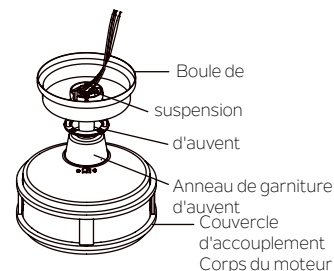

Fig. 9
Étape 5. Glissez le couvercle de l'accouplement, l'anneau de garniture de l'auvent et l'auvent sur la tige de descente. Remettez soigneusement en place la boule de suspension sur la tige de descente. S'assurer que la goupille cruciforme est dans la bonne position, que les vis de réglage sont serrées et que les fils ne sont pas torsadés. (Fig.9)